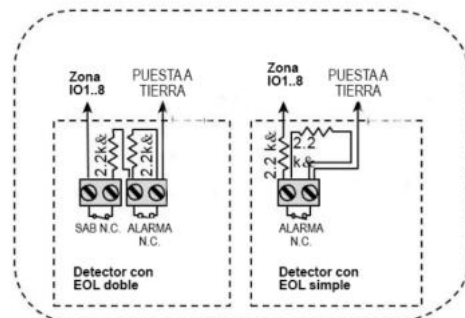

Figura 2.1: Ejemplo de conexión de un detector
Para montar el módulo de expansión, tal y como se muestra en la Figura 2.1, siga los pasos siguientes:
1. Presione hacia abajo en el módulo de expansión entre los dos clips para insertarlo en el panel posterior. Para identificar los clips, consulte la figura 2.1 (A).